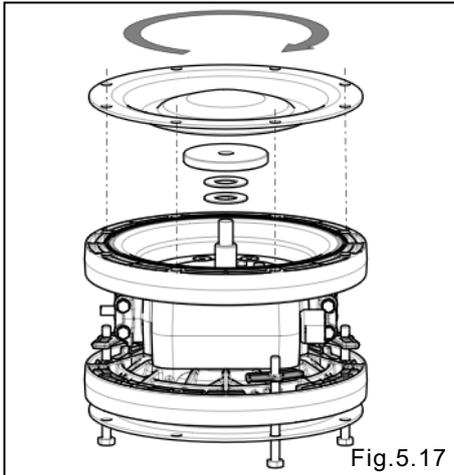

Fig.5.17
- Gire y apriete manualmente el diafragma en sentido de las manecillas de un reloj, hasta quedar apretado firmemente [Fig.5.17].
- Coloque los pernos a través de los agujeros de la cámara de aire, confirmando que tipo de platos de soporte se están usando (Fig.5.17 Ver flecha)